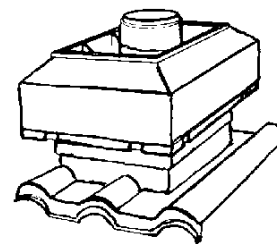

Fig. 11
**Achtung!** Zusätzlich muss die Dachhaube einmal jährlich überprüft und falls notwendig, gereinigt werden (fig. 11).
**Note!** In addition, the roof unit must be checked once a year, and cleaned as necessary (fig. 11).